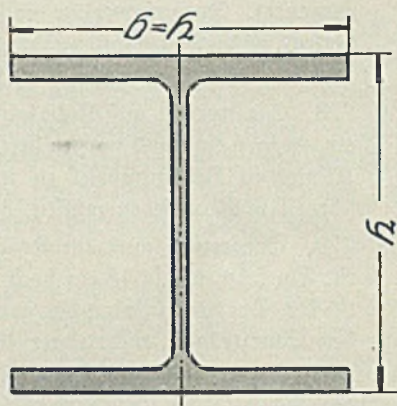

Abb. 71.
- b) Differdinger. Zum Beispiel ID 20. Trägerhöhe und Flanscbreite sind beim Differdinger gleich, hier also 20 cm. Von Nr. 30 ab steigt aber nur noch die Höhe, die Flanscbreite bleibt auf 30 cm stehen. Die Neigung der inneren Flanschenflächen ist flacher als beim Normalprofil. (Abb. 71.)